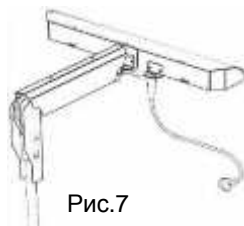

Рис.7
- светодиодного светильника ЛЮКС 2.1, рис.7. Крепежные отверстия на плафоне (1) заглушены саморезами 3,5x9,5. Заменить их на саморезы 3,9x16 из комплекта ЛЮКС 2.1.